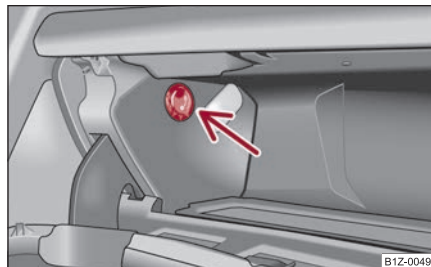

Fig. 117 Compartimento guardaobjetos: manejo de la refrigeración
- Con el conmutador giratorio ⇒ página 100, fig. 117 conecta o desconecta alimentación de aire.